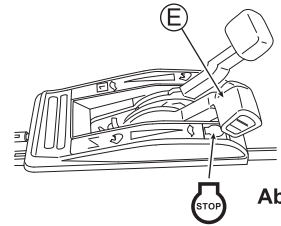

Abb. 14
- 2 Stellen Sie den Gashebel (E) auf "STOP". (Siehe Abb. 14)